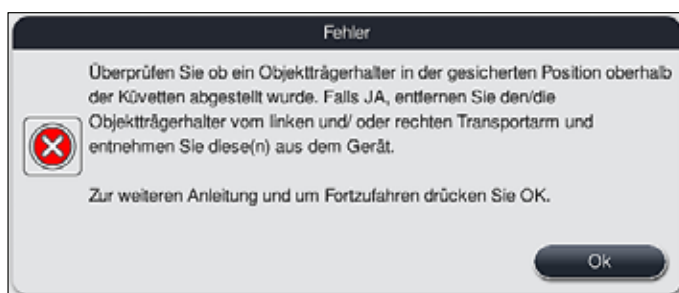
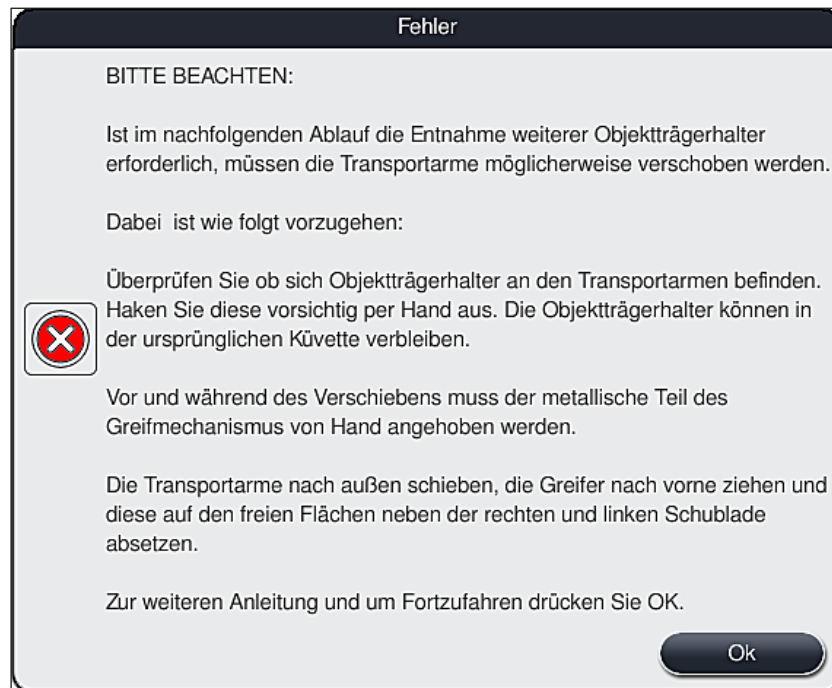

Abb. 108
Abb. 109
2. Anschließend an diese Meldung wird der Benutzer aufgefordert zu überprüfen (→ "Abb. 108"), ob das Gerät einen oder zwei Objektträgerhalter in eine sichere Position zwischen zwei Reagenzienküvetten abgestellt hat (→ "Abb. 104").
3. Durch Drücken der Taste **Ok** (→ "Abb. 108") erscheint eine weitere Meldung (→ "Abb. 109"), welche den Benutzer eine Anleitung über die richtige Vorgehensweise gibt, wie die betreffenden Objektträgerhalter zu entfernen sind.